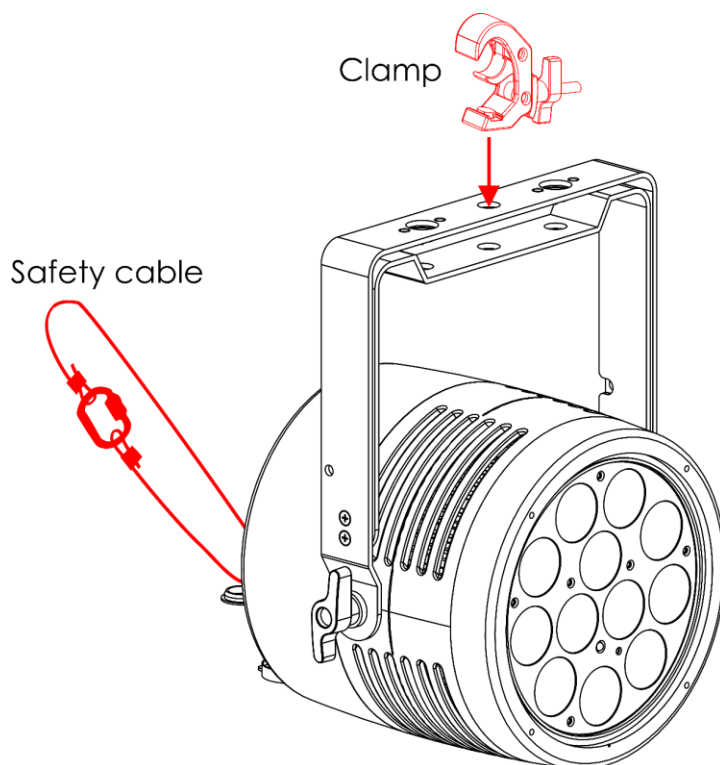

Fig. 06
- 02) Assicurare il dispositivo con una sospensione secondaria, ad esempio un cavo di sicurezza. Assicurarsi che la sospensione secondaria sia in grado di sostenere 10 volte il peso del dispositivo. Se possibile, la sospensione secondaria deve essere collegata a una struttura di supporto indipendente dalla sospensione primaria. Far passare il cavo di sicurezza attraverso l'**occhiello di sicurezza (12)**, come mostrato nella Fig. 06.